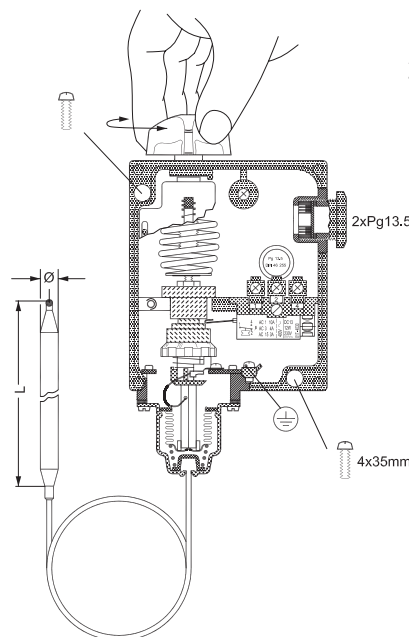

Fig. 7
Set the thermostat ( Fig. 7) to the function required (make or break) on falling temperature. Read off the setting on the main scale Fig. 7.
2. Set the thermostat on 180°C with the knob (Fig. 7)
3. Set the differential adjusting nut (Fig. 7) on number 3 which can be found by reading of the nomogram for the RT 123 in Fig. 8
Indstil termostaten (se Fig. 7) til den funktion - slutte eller bryde - som ønskes ved faldende temperatur. Aflæs indstilling på hovedskala Fig. 7.
2. Indstil termostaten på 180°C med håndknappen (se Fig. 7)
Der Thermostat (siehe Fig. 7) ist auf die Funktion - Ein oder Aus - einzustellen, die bei abfallender Temperatur gewünscht wird. Die Einstellung ist an der Hauptskala Fig. 7 abzulesen.
2. Der Thermostat ist mit dem Einstellknopf (siehe Fig. 7) auf 180°C einstellen
3. Die Differenzrolle (Fig. 7) ist auf die Zahl 3 einzustellen, die auf dem Nomogramm für RT 123 in Fig. 8 abzulesen ist.
Régler le thermostat (voir Fig. 7) pour la fonction désirée - fermeture ou ouverture du circuit - à température décroissante.
Relever le réglage sur l'échelle principale (voir Fig. 7).